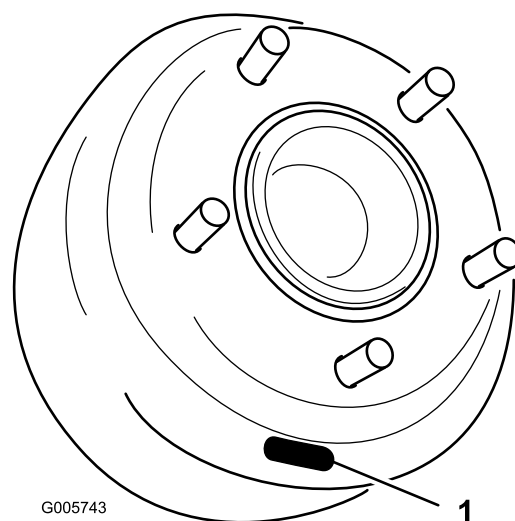
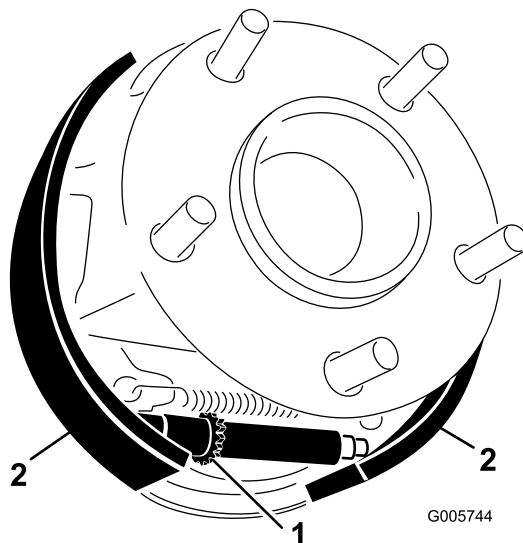

Figure 61
Figure 62
5. Retirez les écrous de roue et retirez l'ensemble jante et pneu des goujons. Tournez le tambour de frein jusqu'à ce que la fente de réglage se trouve en bas, centrée au-dessus de l'écrou en étoile de réglage des mâchoires de frein (Figure 61).
6. Avec un outil spécial de réglage de frein ou un tournevis, tournez l'écrou en étoile (Figure 61) vers le bas jusqu'à ce que le tambour de frein (Figure 62) se verrouille sous l'effet de la pression extérieure des mâchoires de frein (Figure 62).